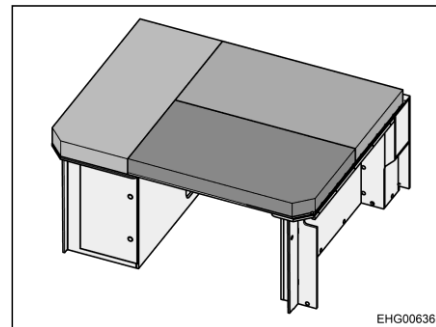

Bild 38 Heckbett (zum Schlafen umgebaut)
- Die Polster wie in Bild 38 dargestellt auf der Liegefläche verteilen.